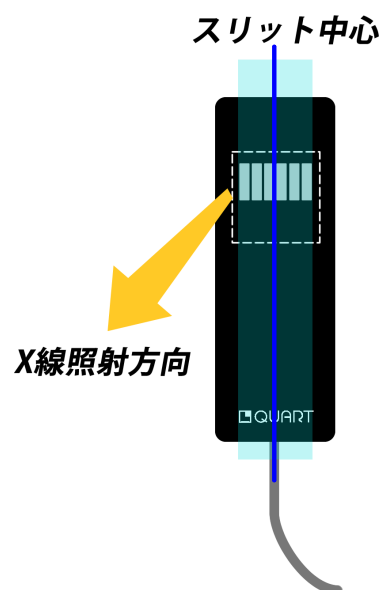

図 6-2
- 検出器はスリット・開口部の中心と、検出器の中心を合わせてください。（図 6-2）
- 検出器の検出窓開口部は、X線照射方向に向けてください。（図 6-2）